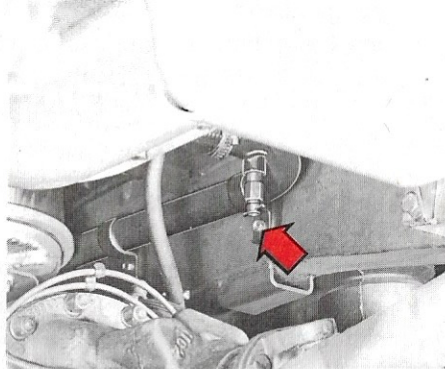
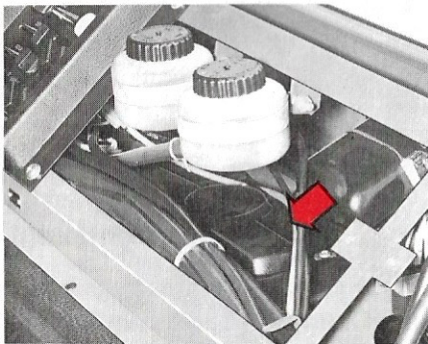
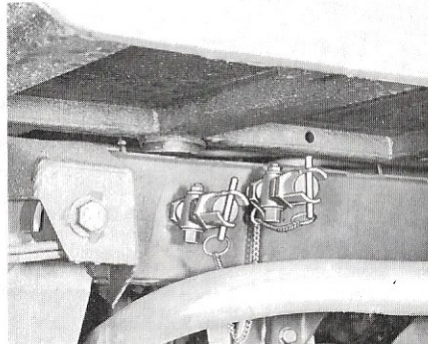

Bild 138. Kran på slang mellan kylare och motor
Bild 139. Lucka över kylarlock
Bild 140. Anslutning för motorvärmare
3. Öppna kranen på den nedre slangen mellan kylare och motor, bild 138 och ta bort kylarlocket. (Locket är åtkomligt genom en lucka under bromsvätskebehållarna), bild 139). Öppna anslutningarna för motorvärmaren, bild 140.